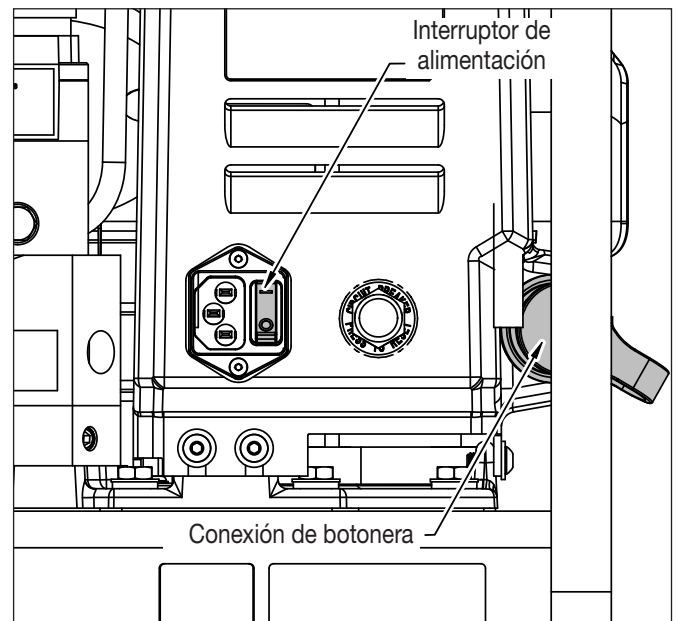

Figura 2: Cable de alimentación y botonera
2. Conecte el cable de alimentación adecuado a la toma que se muestra en la figura 2.
3. Retire el guardapolvos del conector situado en la parte delantera de la bomba y conecte el cable de la botonera. Véase Figura 2.
4. Asegúrese de que el interruptor de la bomba está en APAGAR (O). Véase Figura 2.